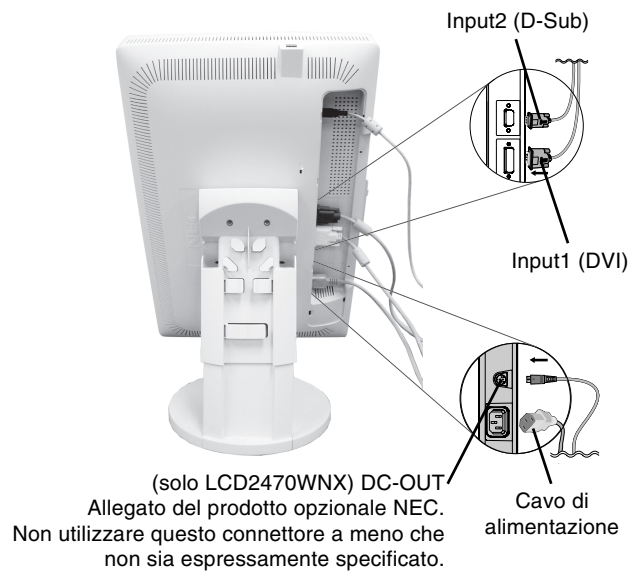
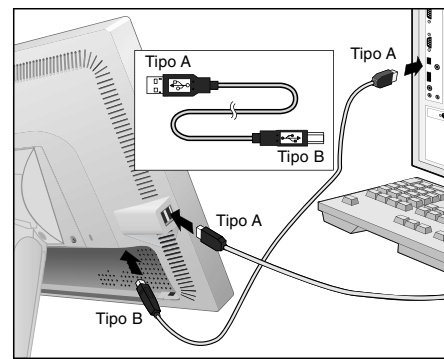

Figura C.4
Figura C.4a
6. Collegare tutti i cavi ai connettori appropriati (**Figura C.4**). Utilizzando il cavo USB, collegare il connettore tipo B alla porta upstream USB sul lato destro posteriore del monitor e il connettore tipo A alla porta downstream sul computer (**Figura C.4a**). Se può essere utilizzato il cavo dal dispositivo USB, utilizzare una delle porte downstream sul lato del monitor (Cavo USB: solo per il modello WNX).